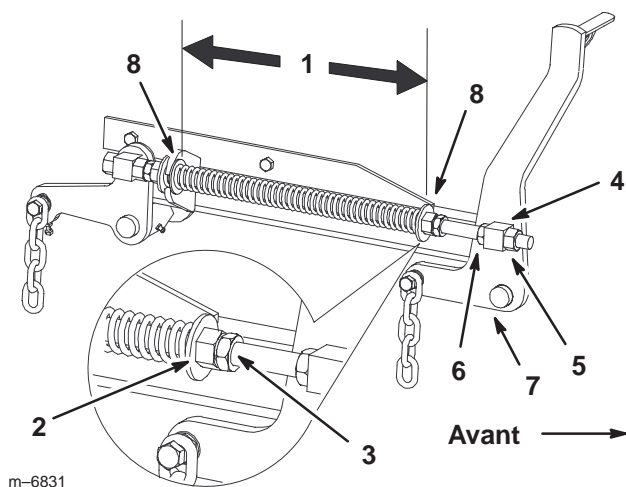

Figure 68
- Desserrez d'environ 13 mm (1/2 pouce) les écrous de blocage à l'avant des pivots avant gauche et droit (Fig. 68).
- Régalez les écrous de relevage sur les côtés gauche et droit de la machine de manière à **abaisser l'avant de 6 à 10 mm (1/4 à 3/8 pouce) au point A par rapport au point B à l'arrière** (Fig. 68).
2. Vérifiez que les deux grandes rondelles sont espacées de 26,7 cm (10-1/2 pouces) (Fig. 68).
3. Réglez cette distance en desserrant l'écrou de blocage du ressort et en tournant l'écrou devant chaque ressort (Fig. 68). Tournez l'écrou dans le sens horaire pour raccourcir le ressort et dans le sens inverse pour l'allonger.
4. Bloquez l'écrou en position en serrant l'écrou de blocage du ressort (Fig. 68).